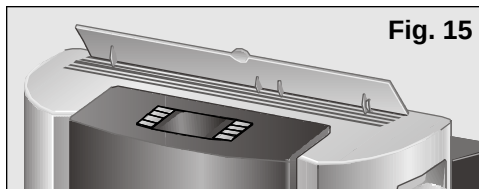

Fig. 15
- ❑ Als de onderdelen te lang zijn, kunt u van één van hen een stuk afsnijden om het aan te passen aan de maat van de muur **Fig. 15**.